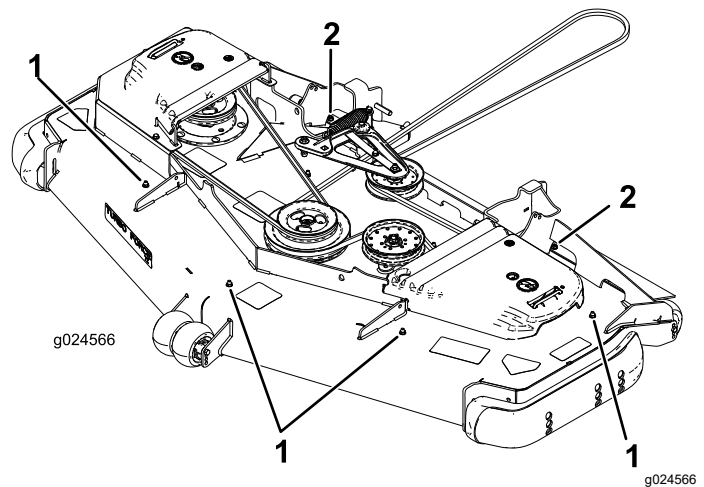

Bild 1
7. Entfernen Sie die vier Sechskantschrauben (5/16" x 3/4") und die vier Bundmutter (5/16"), mit denen die freiliegenden Befestigungslöcher im Mähwerk abgedeckt sind, entfernen Sie auch die internen Reifenklappenbefestigung an jeder Seite (Bild 1).